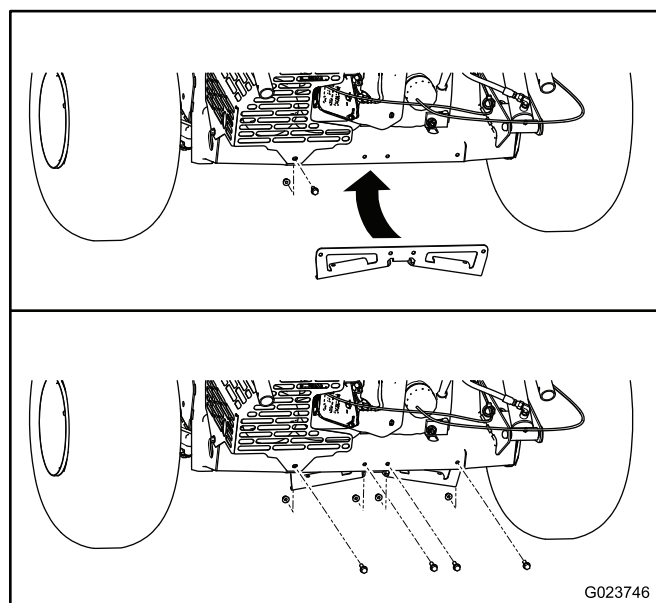

Figura 14
1. Rimuovete il dado e il bullone che fissano il carter della marmitta alla parte posteriore della macchina (Figura 14).
3. Fissate la staffa del telaio con quattro bulloni (5/16 x 1 poll.) e quattro dadi di bloccaggio flangiati (5/16 poll.); fate riferimento a Figura 14.